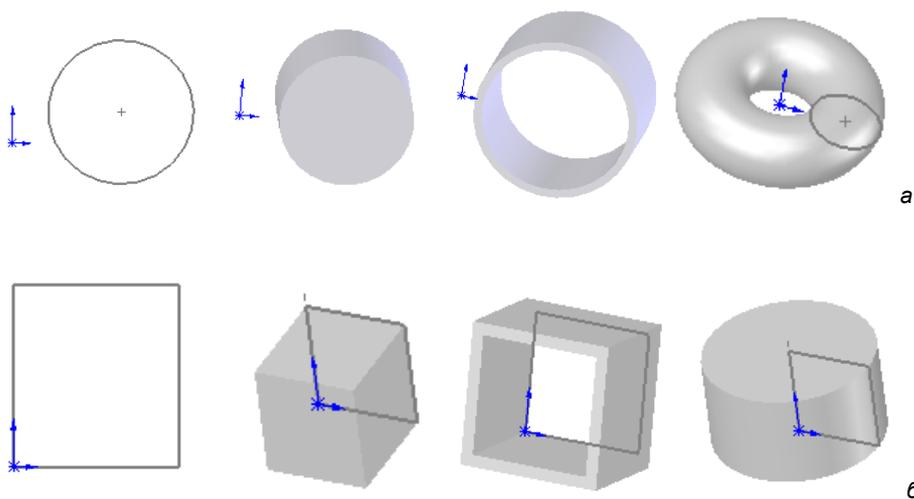

Рис. 2.10. а — детали, полученные из эскиза — окружности вытяжкой и поворотом, б — детали, полученные из эскиза — прямоугольника вытяжкой и поворотом
- **Эскиз.** Создание модели начинается с эскиза. Эскиз — это набросок или контур, по которому строится элемент детали. Обычно это двухмерный профиль или поперечное сечение элемента детали. На начальном этапе эскиз должен примерно отражать форму элемента. При построении эскиза нужно отчетливо представлять, каким образом (с помощью каких операций) будет получен соответствующий элемент. Таким образом, построение эскиза — процесс творческий. Например, из эскиза в форме окружности можно получить такие элементы, как сплошной цилиндр, тонкостенная оболочка (при применении операции вытяжки), а также сплошной торовый элемент (бублик) или тороидальную полость (при применении операции **Поворот**). Из детали прямоугольника можем построить сплошной или тонкостенный брусок (параллелепипед) или цилиндр (рис. 2.10, а, б).